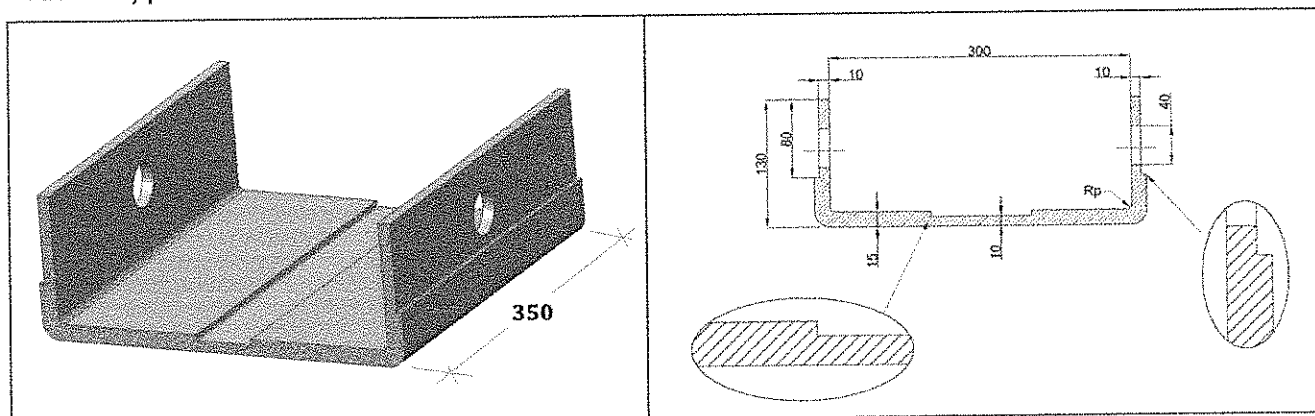

Figura 1
Il componente riportato in figura 1 deve essere realizzato in acciaio C45 (caratteristiche meccaniche in Tabella 1) partendo da una bramma di dimensioni 350mm x 130mm x 80mm e senza alcuna saldatura.
L'elemento deve essere assemblato con gioco, tramite un perno passante per il foro di diametro 40mm, con un elemento di forma prismatica. Il raggio di raccordo tra le pareti verticali e il fondo del componente (indicato con R_p in figura 1) non ha funzione strutturale ed il suo valore va definito dal candidato in modo tale da risultare tecnologicamente fattibile.
2. definisca la sequenza delle operazioni da eseguire per la realizzazione del componente in figura 1;
6. stimi i tempi macchina complessivi per la realizzazione del componente in figura 1;